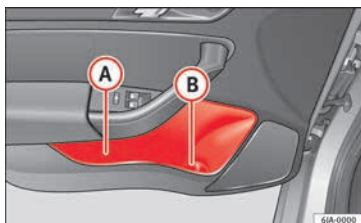

Fig. 159 Portaobjetos en el revestimiento de la puerta.
En la parte (B) » **fig. 159** del portaobjetos de la puerta delantera se encuentra un portabotellas.
Para no limitar el radio de acción de los airbags laterales, sólo utilice la parte (A) » **fig. 159** del portaobjetos en la puerta delantera para almacenar objetos que no sobresalen de este.